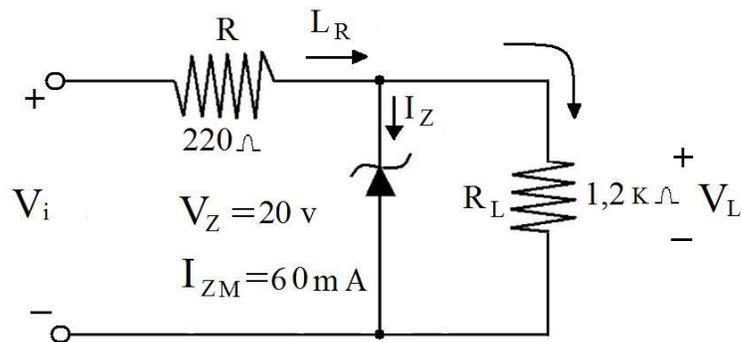

Figura 3-13
- *Ejemplo 3-3:* Determina el rango de valores de  $V_i$  que mantendrá el diodo zener de la figura 3-13 en estado “encendido”